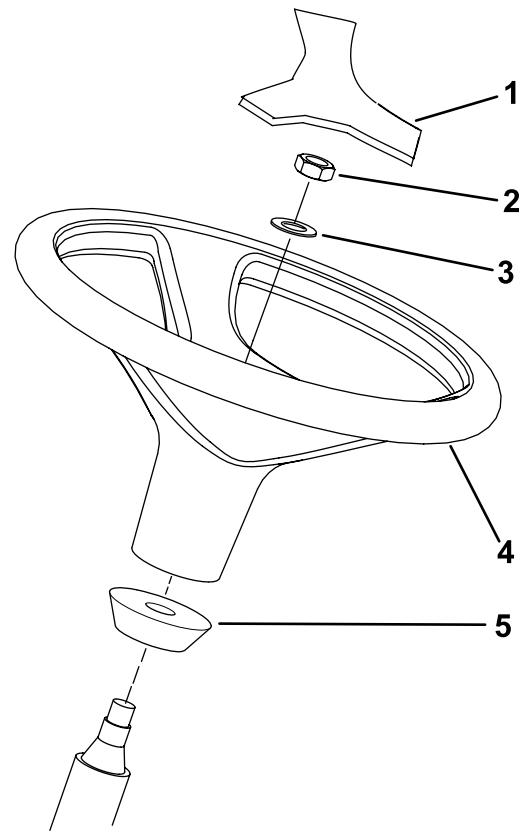

Figure 13
**Remarque:** Vérifiez que la bague en mousse reste en place sur l'arbre de direction (Figure 13).
3. Glissez le volant et la rondelle sur l'arbre de direction (Figure 13).
5. Posez le couvre-moyeu sur le volant (Figure 13).
1. Retirez le volant du support d'expédition (Figure 13).